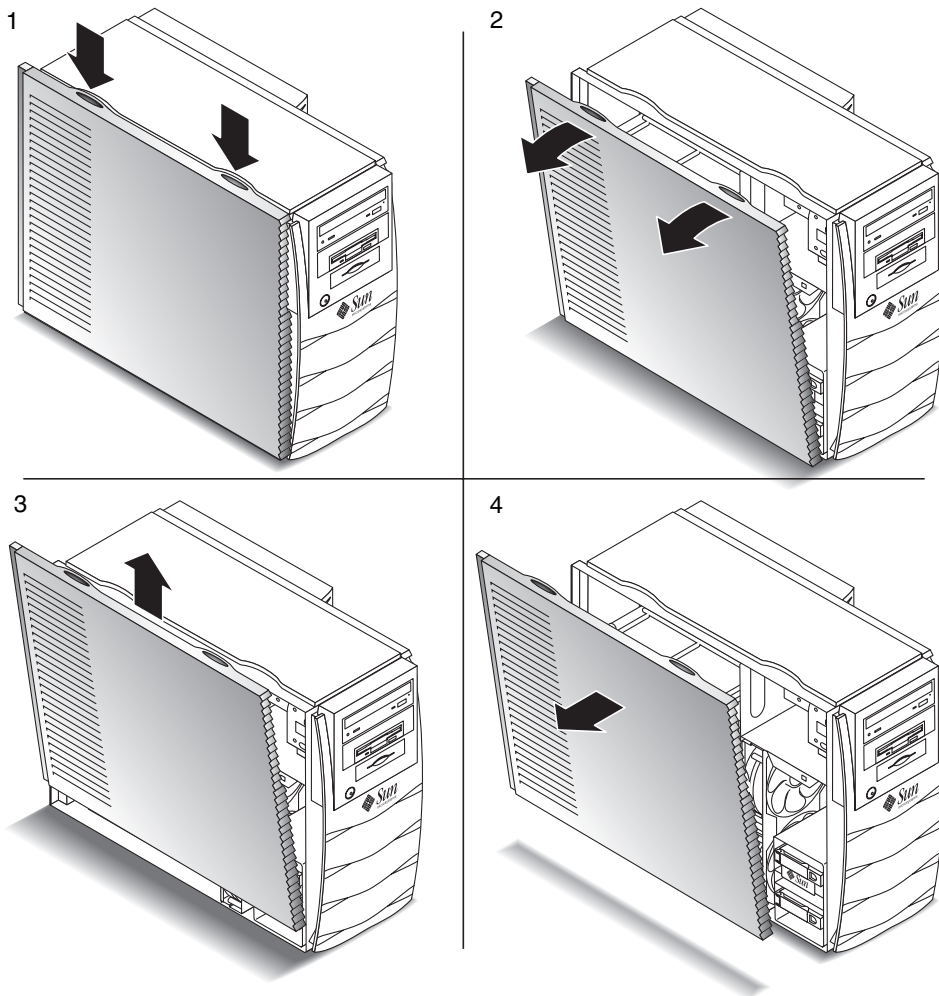

FIGURA 8 Preparación para la instalación de los componentes internos
2. Presione hacia abajo las dos depresiones que hay en la parte superior del panel de acceso (consulte la FIGURA 8).